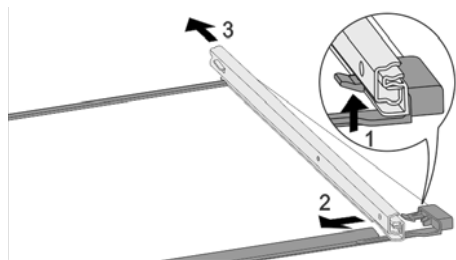

Fig. 133 Стеклопластиковая пластина с направляющими
- ▶ Отожмите передний стопорный крючок вверх. Fig. 133 (1)
- ▶ Сдвиньте выдвижную направляющую в сторону Fig. 133 (2) и назад Fig. 133 (3).